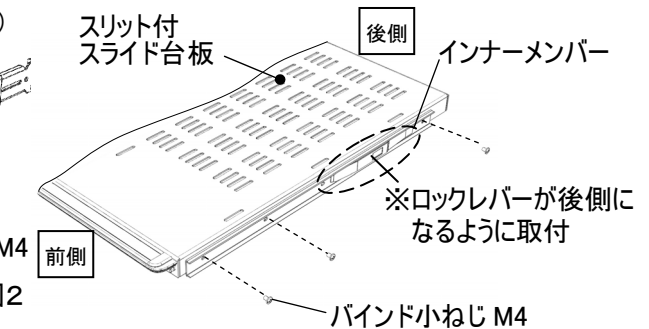

図2
- ・ブラケットにアウターメンバー、スリット付スライド台板にインナーメンバーを付属のバインド小ねじ M4 にて固定してください。(図2)